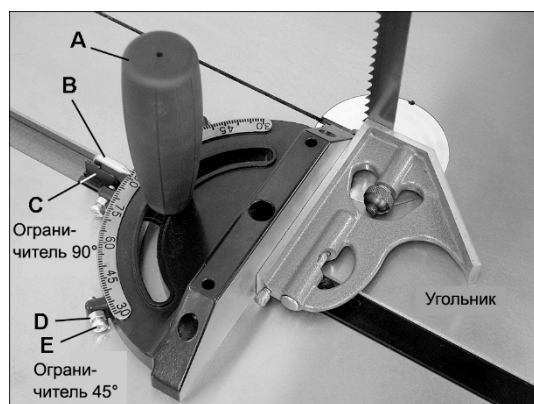

Рис. 32.
1. Приложите угольник к передней поверхности углового упора и к поверхности пильного полотна, как показано на Рис. 32.
7. Ограничители для распила под углом 45° проверяются аналогичным образом с помощью угловой шкалы, изображенной на Рис. 32.